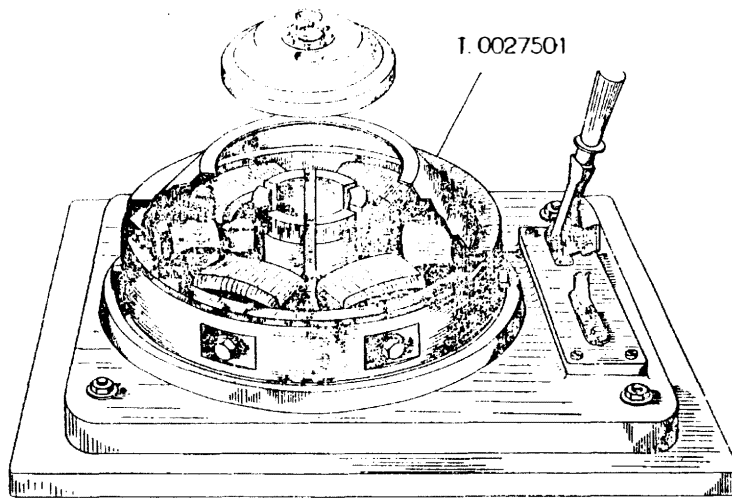

Fig. 26
2. - Mount the rotor in the magnetizer T. 0027501 (see fig. 26) so that the keyway in the cam is facing **south** (check using a compass placed internally in the rotor) and that the pole shoes of the apparatus tally with those on the flywheel fan.
2. - Montar el rotor en el magnetizador T. 0027501 (fig. 26), de manera que la ranura de la excéntrica para la chaveta, esté vuelta hacia el polo Sur (puede individuarse mediante una brújula ordinaria situada en el interior del rotor) y que las expansiones polares del aparato coincidan con las superficies de las del volante.